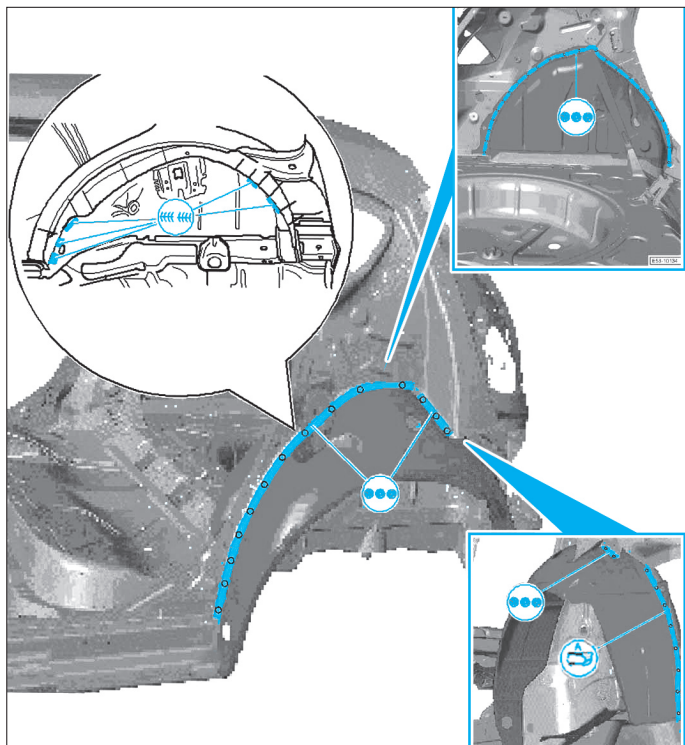

FIG. 61
- Positionner la pièce et l'immobiliser après avoir contrôlé l'alignement (Fig.61).